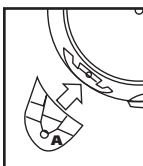

FIGURE 6
4. Tandis que le drain vous fait face, prenez la patte à roulette marquée de la lettre **A** et placez-la dans la fente du côté gauche du réservoir également marquée par la lettre **A**. **FIGURE 6.**